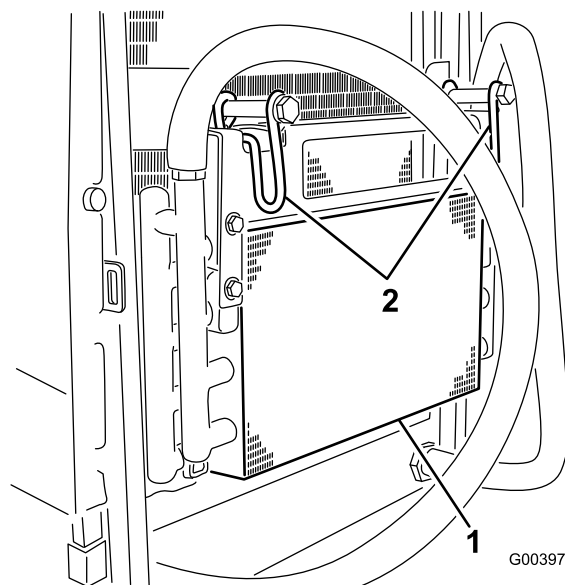

Figura 101
7. Gire hacia dentro los 2 enganches del enfriador de aceite e incline el enfriador de aceite (Figura 101).